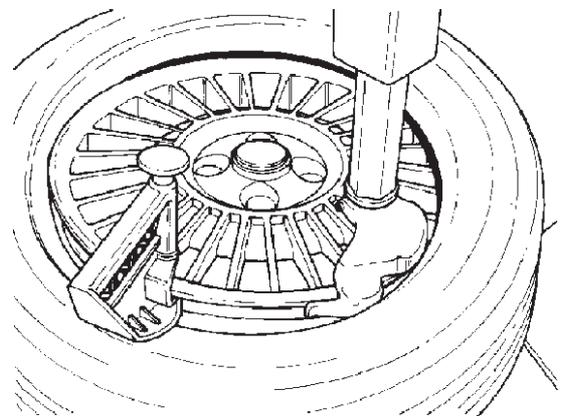

Fig. 4.2-4
C. Monter le talon supérieur de la même façon décrit au point B. Pour les pneus taille basse, utiliser l'étau de montage en option (EAA0247G11A Fig. 4.2-4) ou les PBA dispositif (comme décrit au chapitre 5.3).